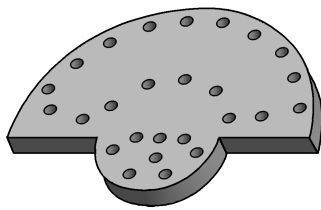

图 8-50 完成阵列
- (8) 在图形区单击鼠标中键，完成阵列特征，如图 8-50 所示。